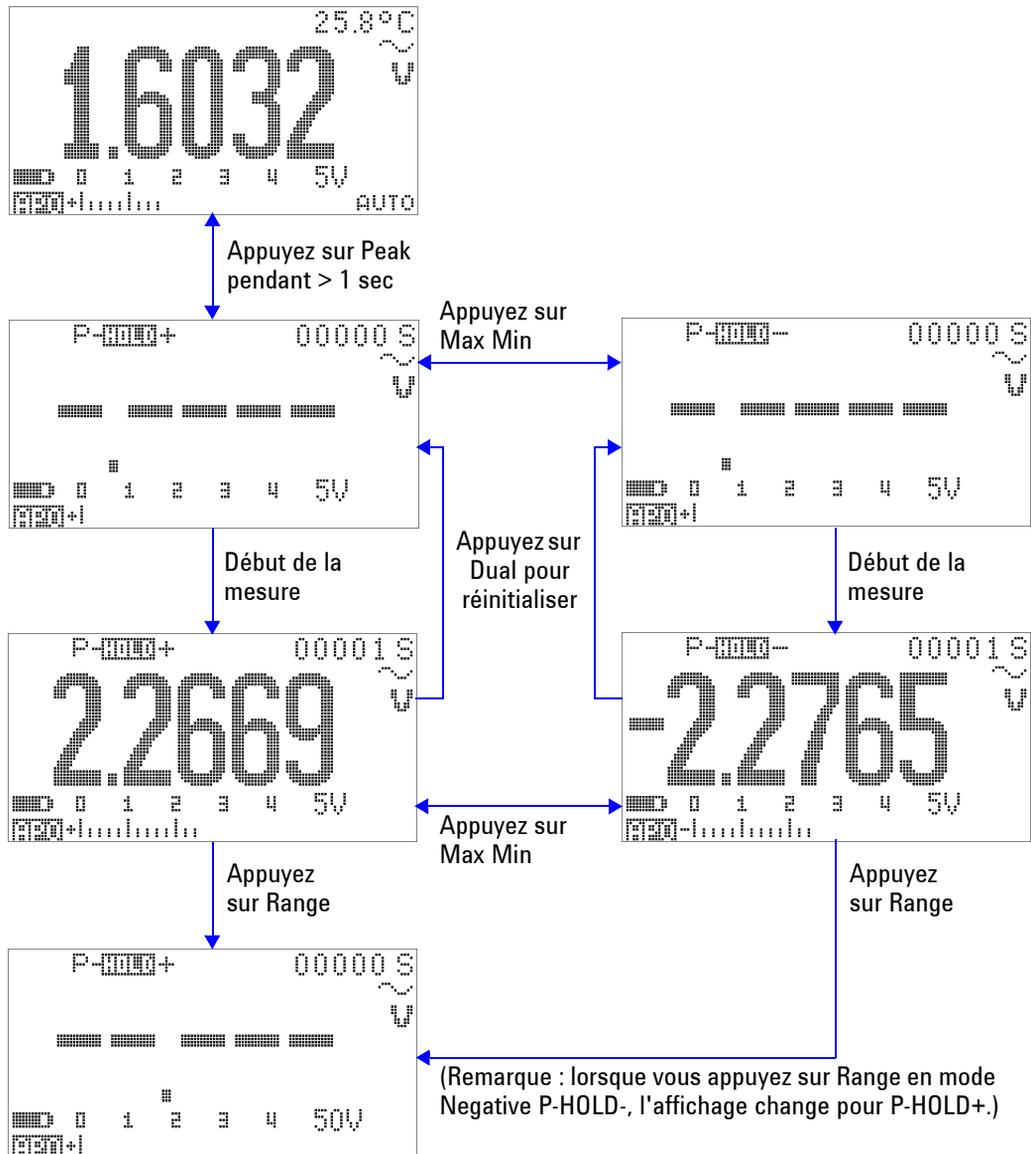

Figure 3-7 Fonctionnement en mode de gel de valeur de crête 1 ms
- 4 Dans l'exemple de mesure illustré à la Figure 3-7 à la page 70, le facteur de crête est  $2,2669/1,6032 = 1,414$ .